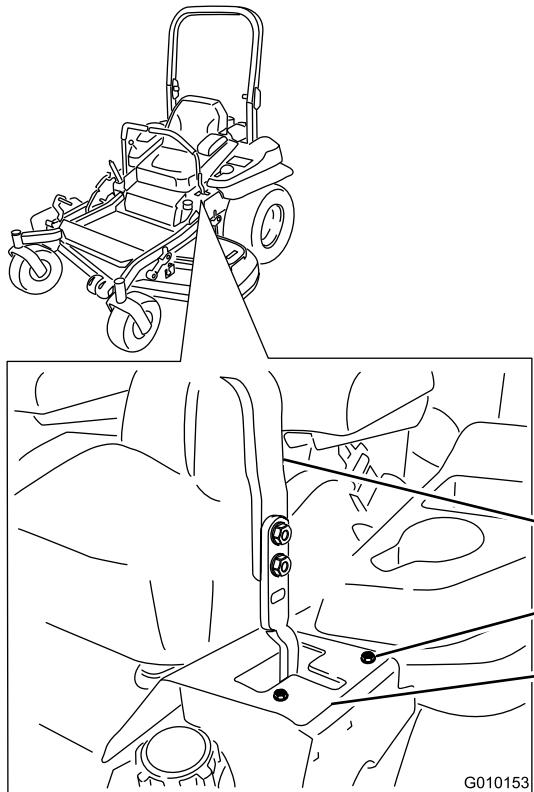

Figura 55
a T sinistra finché la macchina non procede in linea retta (Figura 55).
7. Se tende a sinistra, allentate i bulloni e regolate la piastra della battuta destra spostandola indietro sulla fessura a T destra finché la macchina non procede in linea retta (Figura 55).
8. Serrate i bulloni della piastra della battuta (Figura 55).